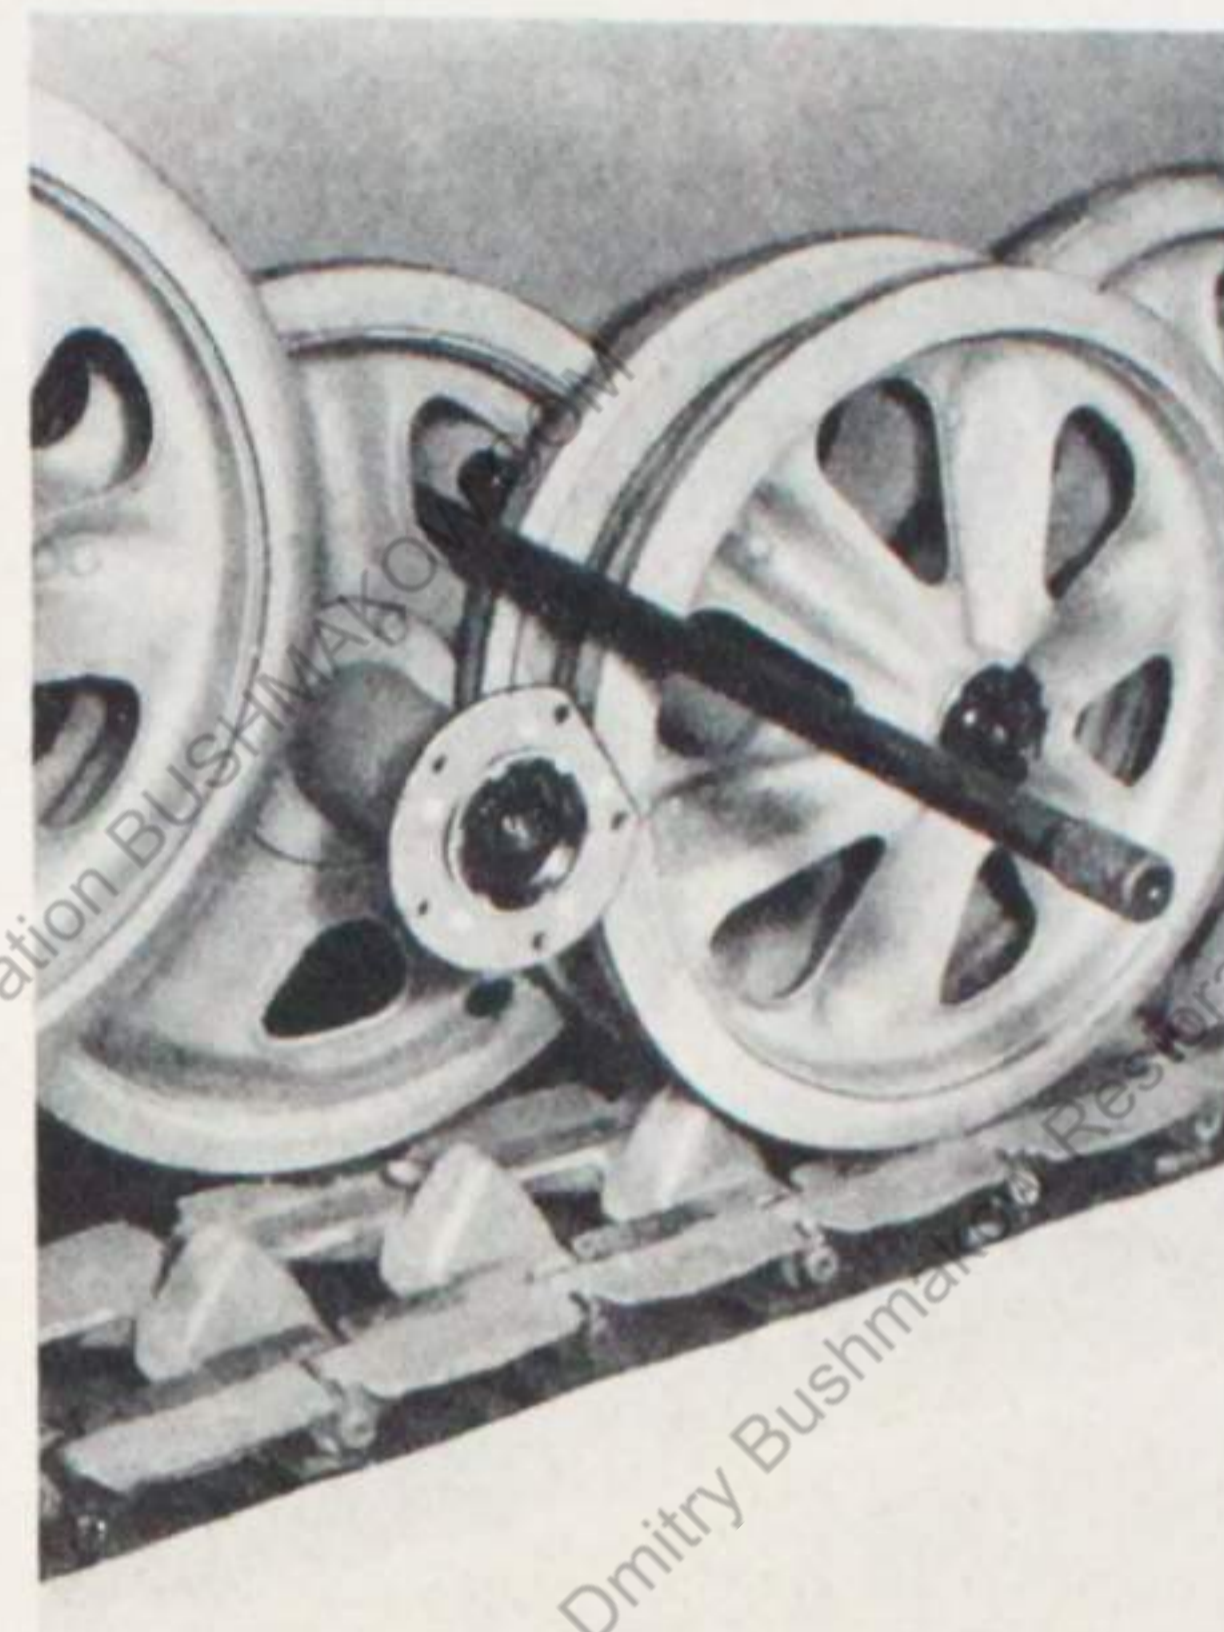

Bild 60
5. Den Drehstab mit dem Schlagbolzen für die Gleiskette heraus schlagen unter Beachtung der Laufradstellung an der Gegenseite, siehe Bild 60!
Zunächst feststellen, ob der betreffende Drehstab durch einen Ausschnitt der Laufradscheibe (wie im Bild 60) herausgeschlagen werden kann. Ist das nicht der Fall, so muß vorher das betreffende Laufrad ausgebaut werden.